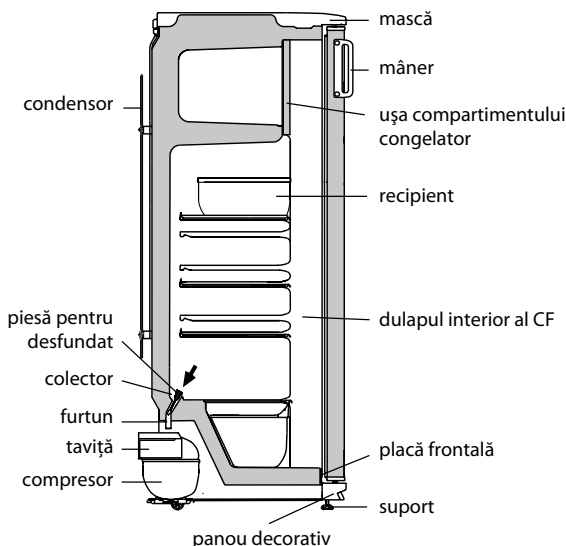

Figura 4 – Schema scurgerii apei rezultate în urma topirii din CF
2.2.1 În CF se folosește un sistem automat de dezghețare. Bruma, care apare pe perețele din spate al CF, după deconectarea compresorului care lucrează în ciclu, se topește și se transformă în picături de apă. Picăturile de apă rezultată în urma topirii se scurg în colector, apoi prin gaura acestuia și prin furtun – în tavița de pe compresor, în conformitate cu figura 4 și se evaporă. Gaura colectorului este dotată cu o piesă pentru prevenirea înfundării sistemului de drenaj.
Prezența apei în colector indică înfundarea sistemului de drenaj. Pentru eliminarea înfundării folosiți piesa corespunzătoare și curățați gaura colectorului, astfel ca apa să se scurgă liber în taviță, apoi spălați piesa și instalați-o în conformitate cu figura 4.
SE INTERZICE să utilizați frigiderul cu sistemul de scurgere înfundat. Apa care a apărut pe fundul CF sau care a ajuns în locul de alăturare a plăcii frontale și a dulapului interior al CF, în conformitate cu figura 4, poate provoca coroziunea dulapului exterior al frigiderului și elementelor agregatului frigorific, defectarea izolației termice, formarea crăpăturilor dulapului interior și defecțiunea frigiderului.
– să lăsați ușa frigiderului și ușa compartimentului congelator deschise. Pe raftul CF sub compartimentul congelator puneți un vas recipient pentru colectarea apei rezultate în urma topirii (de exemplu, sertarul pentru legume și fructe), în conformitate cu figura 4;